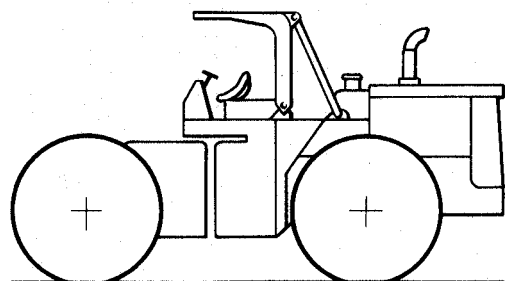

Figure 13 — Conduite arrière
5.1.5.2 Conduite arrière (voir figure 13)